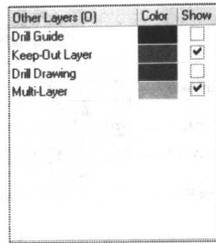

图 1-9 其他层
(5) 其他层：如图 1-9 所示，共包括 4 种类型的层。